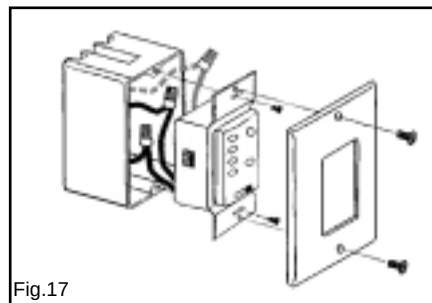

Fig.17
Paso 3. (Fig. 17) Cuidadosamente meta las conexiones dentro de la caja de distribucion. Asegure el transmisor con los dos tornillos proveidos. Instale la cubierta decorativa y asegurela con los dos tornillos proveidos